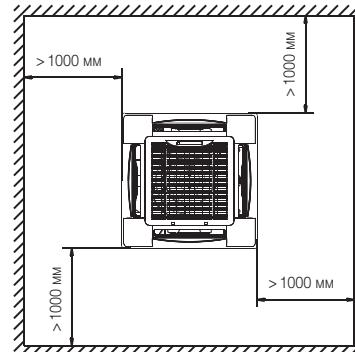

Рис. 5-2
1. Проделайте в потолке квадратную нишу 880x880 мм в соответствии с размерами монтажного шаблона (рис. 5-2).